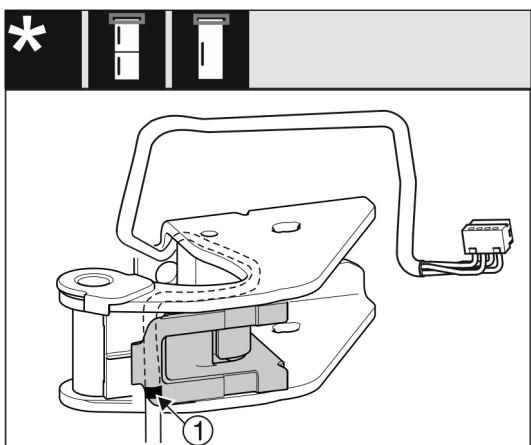

Fig. 16
- ▶ При цьому середнє маркування має знаходитися на краю тримача кабелю Fig. 16 (1).